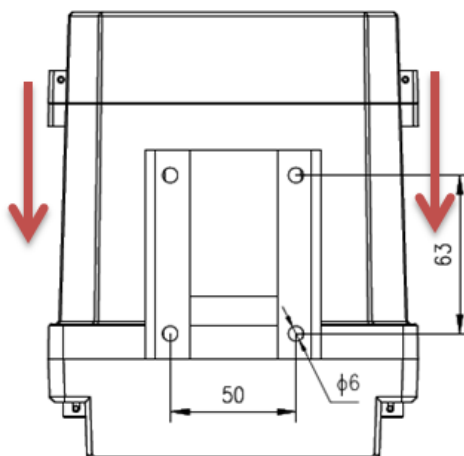

Рисунок 40 – Крепления счетчика исполнения «С» на кронштейне
- ✓ закрепить счетчик на кронштейне до фиксации (рис. 40).